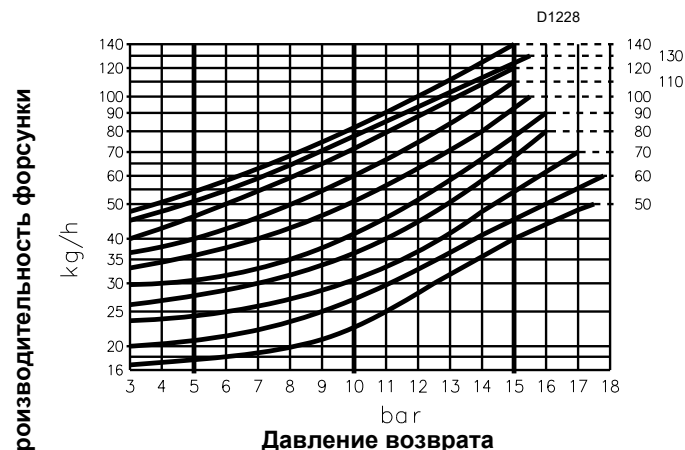
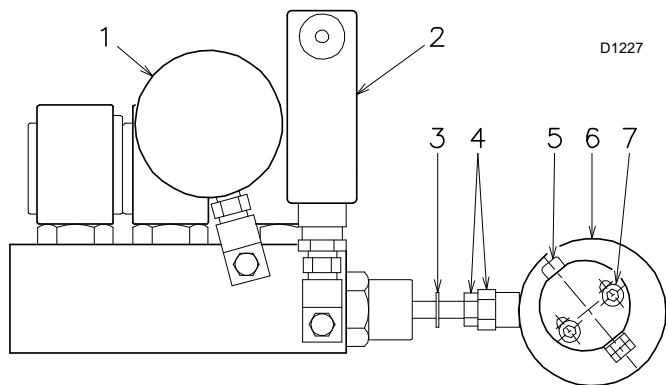

Рис. 28
Рис. 29
На графике (Рис. 28) показано это соотношение для форсунок Bergonzo типов А3 и А4 с давлением нагнетания насоса 20 бар.
Значение давления возврата на форсунку указывается на манометре 1)(Рис. 29).
Давления возврата корректируется при помощи эксцентрика 6)(Рис. 29) и гайки с контргайкой 4)(Рис. 29).
- Никогда не доводите поршень регулятора до упора: стопорное кольцо 3)(Рис. 29) определяет максимальный ход.
- После выполнения регулировки разблокируйте сервопривод (см. стр. 26) и вручную проверьте, чтобы при переходе от 0° до 130° не было заедания, а максимальное и минимальное давления соответствуют значениям, выбранным в соответствии с графиком (Рис. 28 стр. 24).
Производительность форсунки указана на графике (Рис. 28 стр. 24) напротив давления возврата на форсунку, считанное по манометру 1 (Рис. 29 стр. 25).